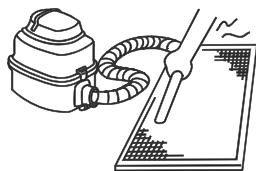

Fig.6-3
- a. Se utilizar um aspirador, o lado da entrada de ar deve estar virado para um aspirador. (Ver Fig. 6.3).